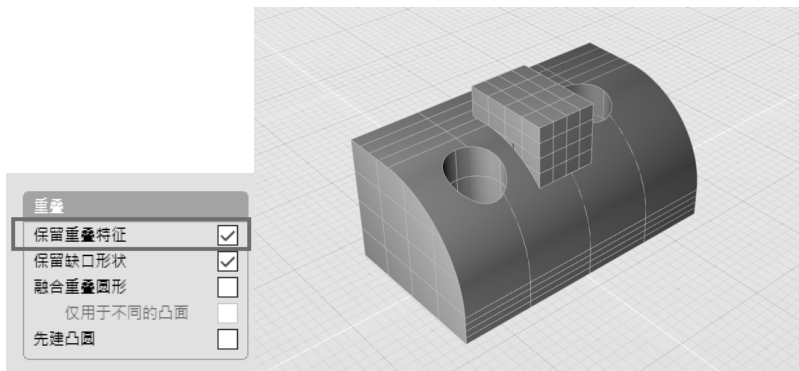

图 4-169 保留重叠特征（左）以获得倒圆角结果（右）
4) 在倒圆角步骤的控制面板中，在“重叠”参数下勾选“保留重叠特征”复选框。随后单击“运行 (Alt+G)”按钮，获得图 4-169 所示的结果。